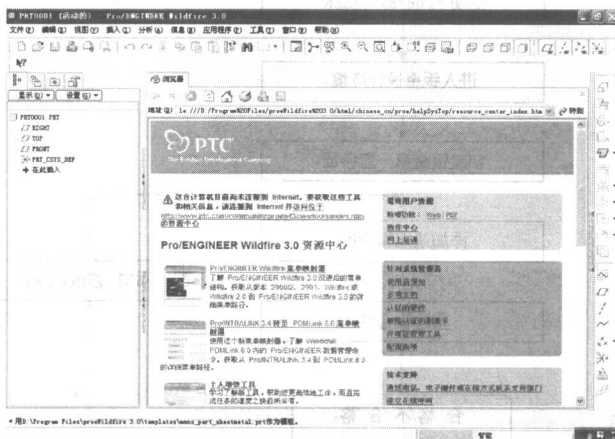

图 1-4 Pro/ENGINEER Wildfire 主界面
- 1、从桌面双击图标启动 Pro/ENGINEER Wildfire3.0，软件主界面显示如图 1-4。